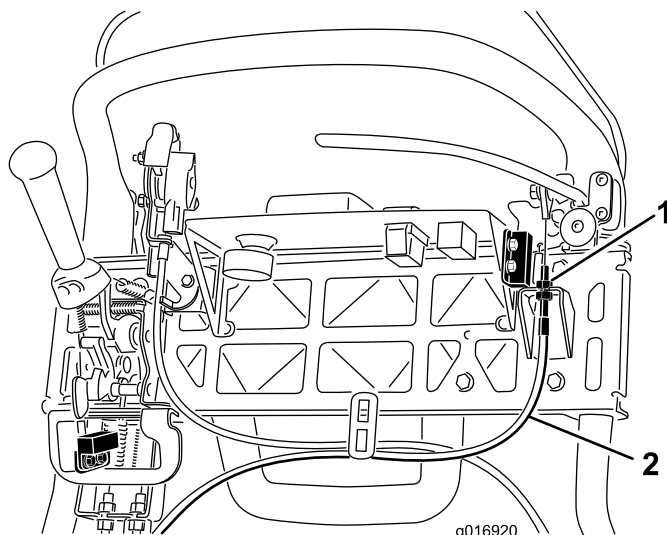

Figura 40
4. Para aumentar la tensión del cable, afloje la contratuerca superior del cable y apriete la contratuerca inferior (Figura 40) hasta que se requiera una fuerza de 156 N aplicada a la palanca de freno para quitar el seguro del freno de estacionamiento. No apriete demasiado, porque la cinta del freno puede agarrarse.